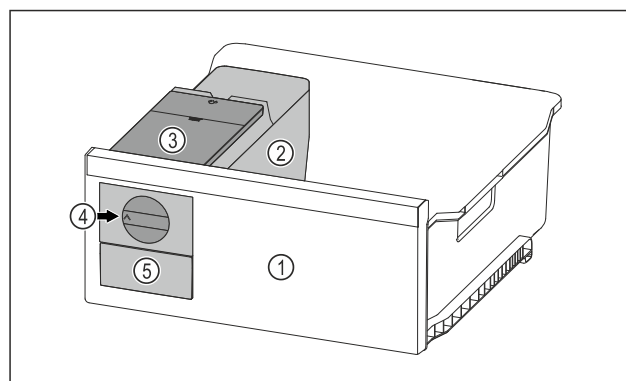

Fig. 149 Immagine a titolo di esempio
- Ruotare la manopola Fig. 149 (4) verso destra finché non si arresta.
- I cubetti di ghiaccio cadono dalla ciotola dei cubetti di ghiaccio nel cassetto dei cubetti di ghiaccio Fig. 149 (5). Se non tutti i cubetti di ghiaccio fuoriescono dalla ciotola dei cubetti di ghiaccio: